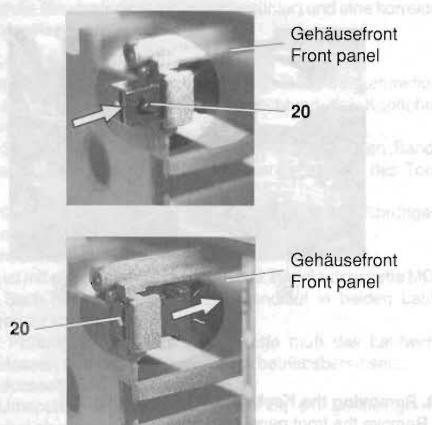

Fig. 17
- Druckschnäpper 20 nach vorne aus der Halterung drücken (Fig. 17).
- Press the spring-loaded snap 20 towards the front from its holder (Fig. 17).